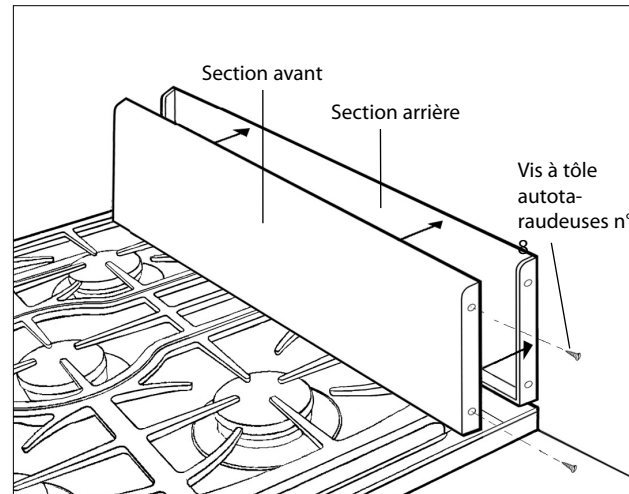

Fig.02
3. Fixez la section avant du dossierer à la section arrière à l'aide des vis à tôle autotaraudeuses n° 8 fournies (fig. 02).